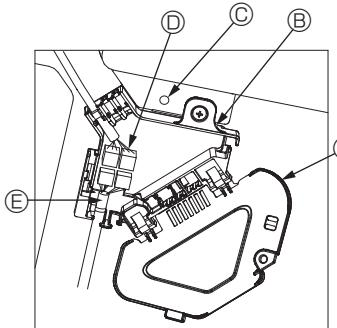

Fig. 10-8
- ① Die Befestigungsschraube des Anschlusskastendeckels entfernen und den Deckel öffnen.
- ② Den Verbindungsstecker des Luftklappenmotors und den Steckverbinder an der Blende für den Luftklappenmotor im Anschlusskasten sicher verbinden. (Fig. 10-8)
- ③ Den Anschlusskastendeckel schließen.